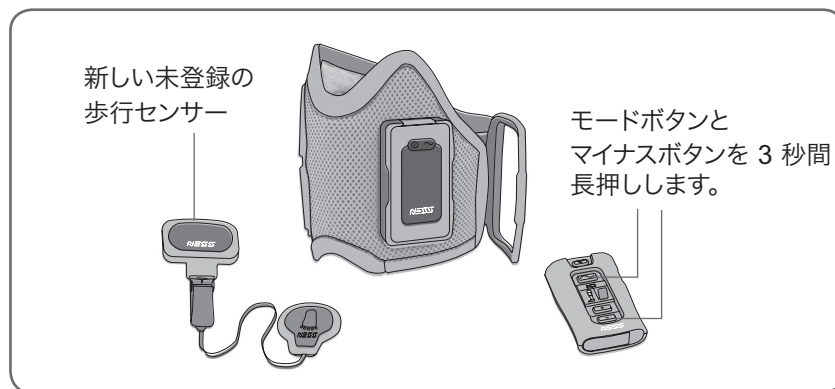

図 35 :新しい歩行センサーを登録するところ
2. 新しい歩行センサー、RF スティムユニットを取り付けた FS カフ、コントロール ユニートを接触しないようにテーブルに並べます(図 35 を参照)。